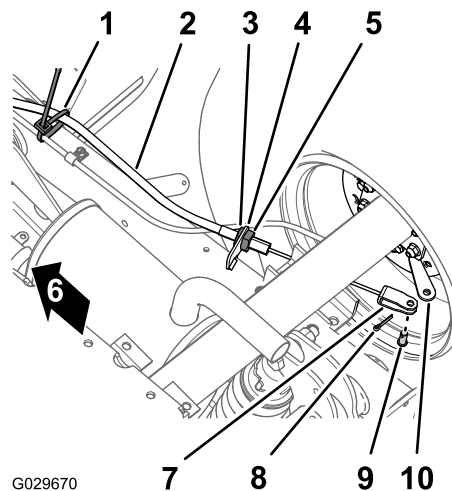

Figura 43
1. En la parte inferior de la máquina, retire la brida que sujeta el cable del freno de estacionamiento a la línea del freno de servicio (Figura 43).
2. Marque una raya de rotación en la contratuerca delantera del cable del freno de estacionamiento (Figura 43).
3. Afloje la contratuerca trasera y retire el cable del soporte del cable de freno (Figura 43).
4. Retire la chaveta y el pasador que sujetan la horquilla del cable del freno de estacionamiento a la palanca de activación del freno, y desconecte el cable de la palanca (Figura 43).
1. Lleve el ajustador roscado del cable de freno de estacionamiento hasta el soporte del cable del freno, y la horquilla hasta la palanca de activación del freno (Figura 43).
3. Alinee el ajustador roscado del cable del freno de estacionamiento con el soporte del cable de freno, y apriete la contratuerca trasera (Figura 43).